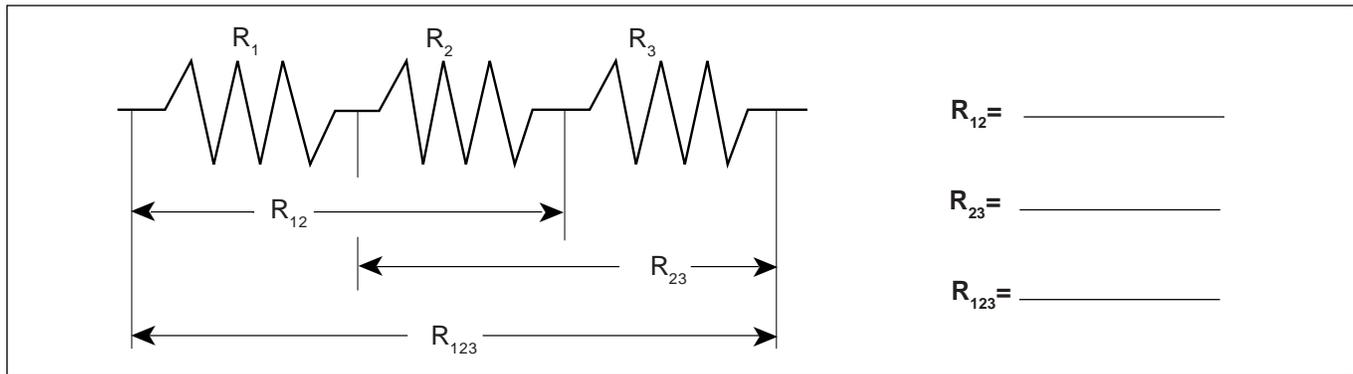

Рисунок 4.1
- ⑤ Теперь подсоедините три резистора ПОСЛЕДОВАТЕЛЬНО (см. рисунок 4.1) при помощи пружинных зажимов на экспериментальной панели для простой фиксации ножек резисторов. Измерьте значения сопротивления комбинаций резисторов, которые указаны на схеме, прикасаясь щупами мультиметра в точках на концах стрелок.